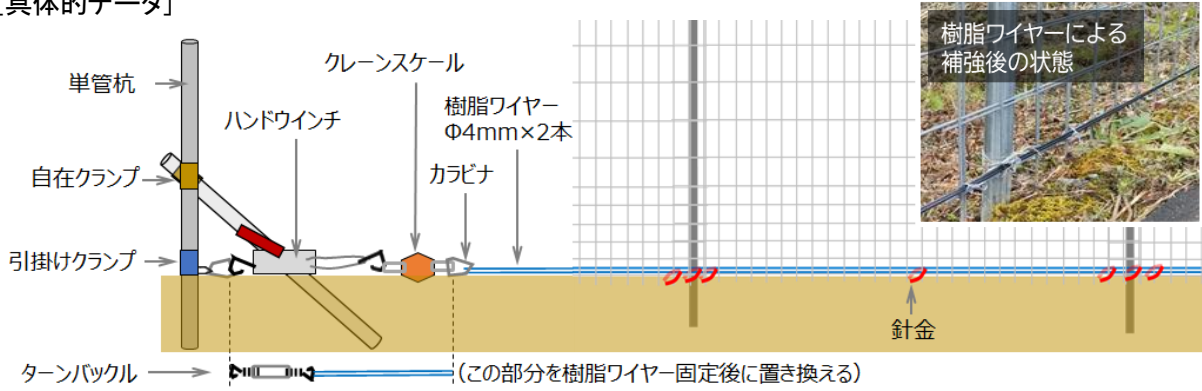

図1 樹脂ワイヤーによる補強方法模式図
1. この方法は、ワイヤーメッシュ柵下部の押し上げに対する補強技術で、柵の地際部に樹脂ワイヤーを2重に伸長した後、ハンドウインチとクレーンスケールを用いて水平方向に100kgf程度の力で引き締め、その状態で樹脂ワイヤーを柵支柱およびワイヤーメッシュパネル地際部と針金で結束する。なお、ハンドウインチとクレーンスケールは、結束後ターンバックルに置換する(図1)。